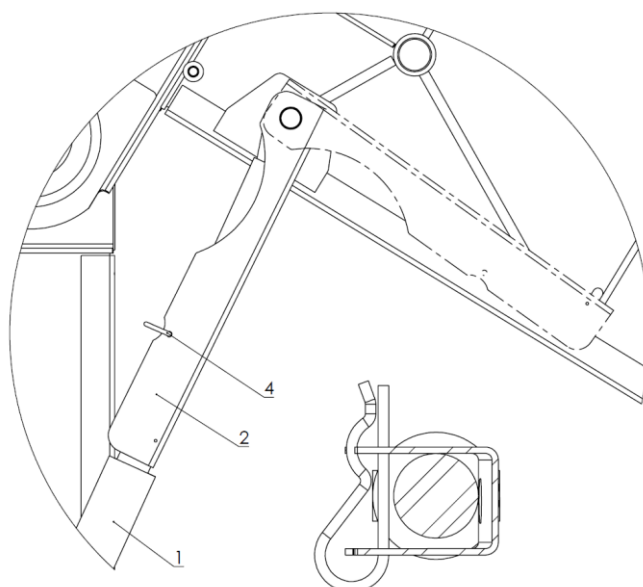

Figure 29. Verrouillages de sécurité des vérins
Fixer le capot de la presse à balles relevé en position haute comme indiqué sur la figure 29. Utiliser les colliers de serrage (2) fixés sur les axes supérieurs des vérins hydrauliques (1) des deux côtés de la presse à balles. Pousser les colliers de serrage (2) vers le haut jusqu'à ce qu'ils recouvrent les piston des vérins déployés. Verrouiller le capot à l'aide des goupilles d'arrêt (4) pour éviter toute fermeture involontaire du capot. Déverrouiller les colliers de serrage de verrouillage du capot après avoir effectué les actions prévues.